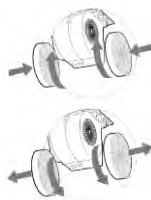

рис.6
- угольные фильтры (рис. 6) устанавливаются на защитные решетки корпуса вентилятора;